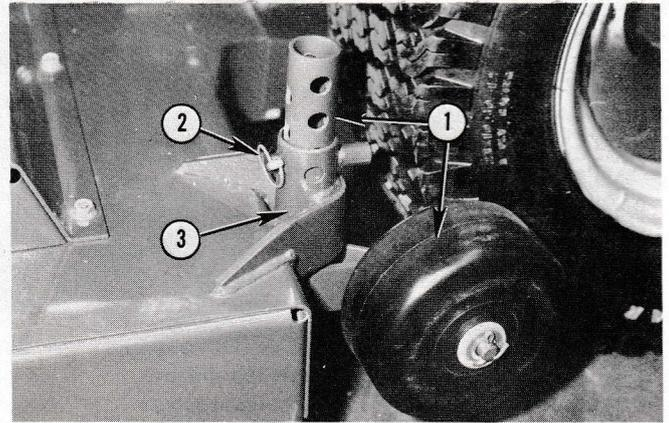

Fig. 36 – Préparation de la tondeuse
3. Monter la roulette (N° 1, Fig. 36) sur le support (N° 3) et la fixer avec la clavette (N° 2). Recommencer pour l'autre côté.